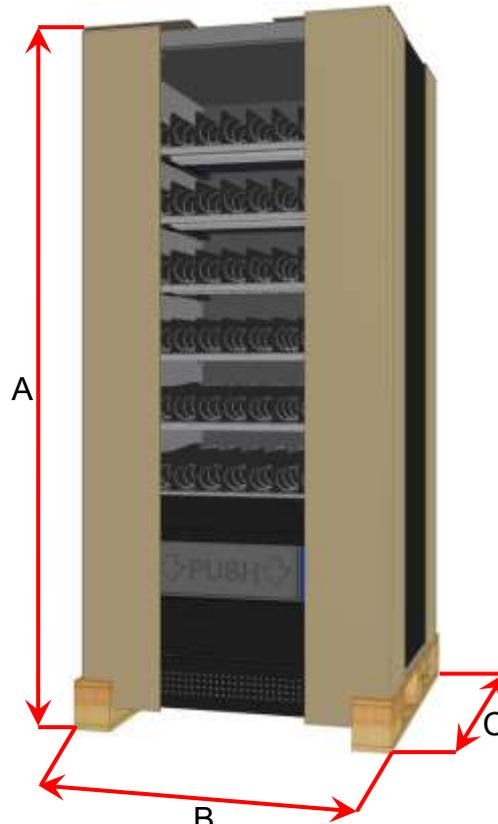

Abb. 3.1
- Benutzen Sie einen Gabelstapler mit einer Belastbarkeit von mindestens 400 kg. Die Transportuntergestelle (A) ermöglichen es, die 4 Seiten des Verkaufsautomaten (Abb. 3.1) zu greifen.